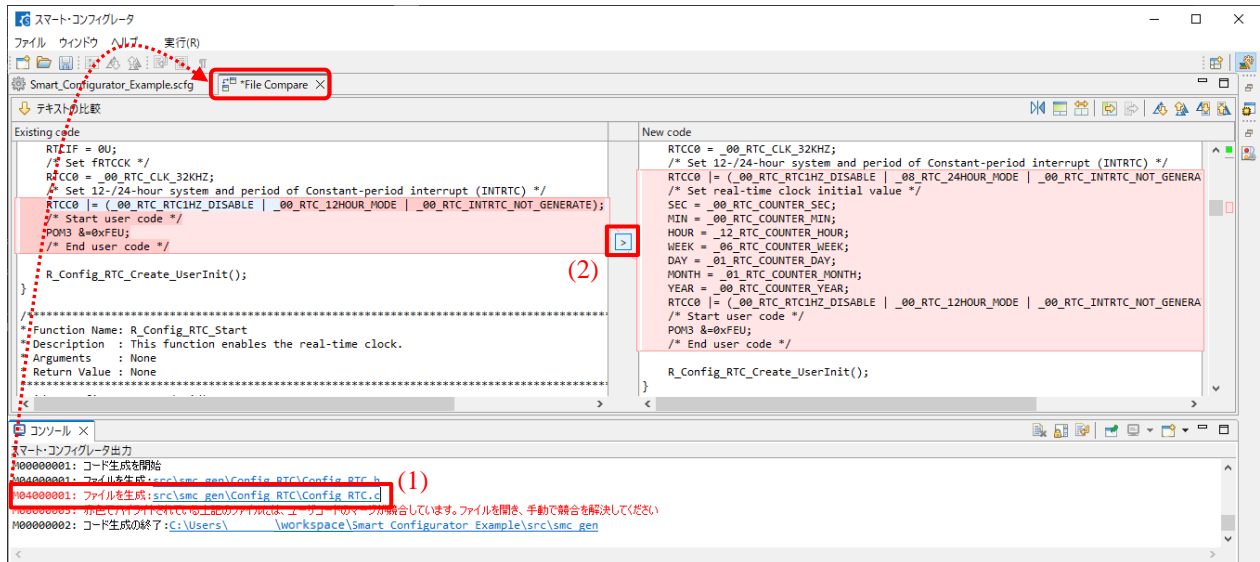

図 10-4 生成コードの競合解決前
- (1) コンソールメッセージの競合ファイルをクリックし、[File Compare] ビューを開きます。
- (2) 図 10-4 のように、矢印  をクリックし左側パネルのコードを右側パネルにコピーします。